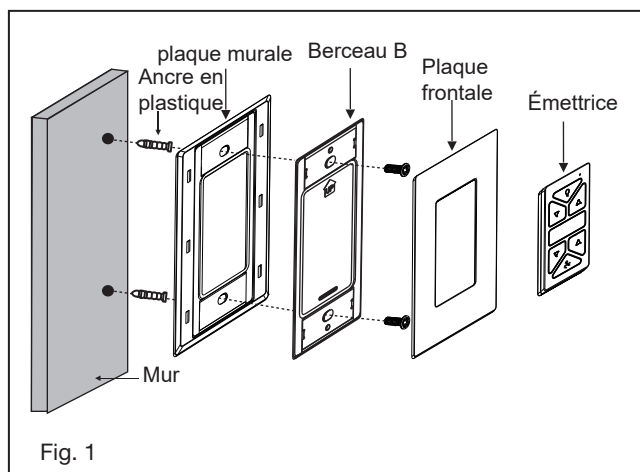

Fig. 1
- 1 Insérez le récepteur dans le haut du boîtier du ventilateur. (Fig. 1) Pour de meilleures performances, assurez-vous que l'antenne noire, à l'extrémité du récepteur, reste déployée et ne s'emmêle avec aucun des fils électriques.
- 1 Sélectionnez un emplacement souhaité. Utilisez la plaque murale pour marquer l'emplacement des trous de montage. Des chevilles murales en plastique ou des vis de montage sont nécessaires pour cette application. (Fig. 1)